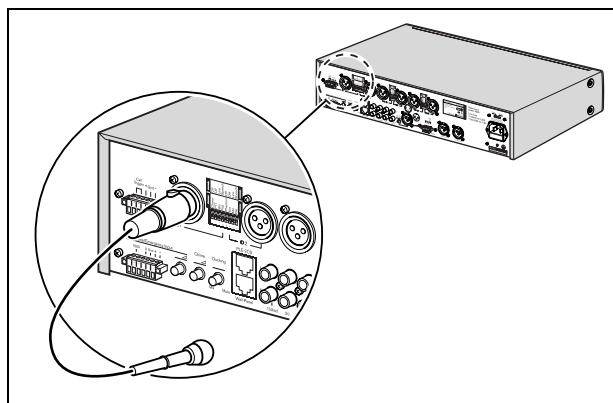

рисунок 4.2: Только разъем XLR
- только разъем XLR. см. рисунок 4.2.